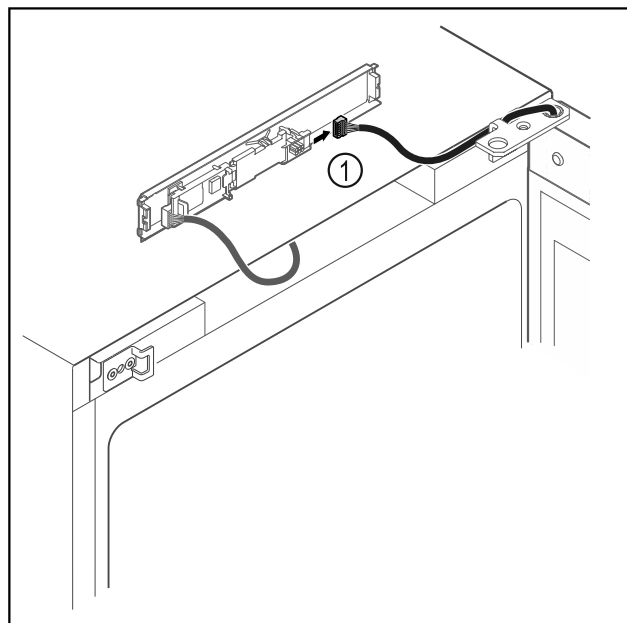

Fig. 14
► Húzza ki a dugót Fig. 14 (1) a NYÁK-ból.